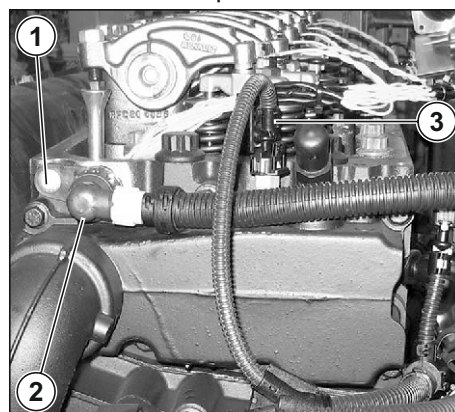

Рис. 27. Извлечение жгута форсунок из головки цилиндров.
6. Вывернуть винт (1), извлечь L-образный адаптер (2) и пучок электропроводов (см. Рис. 27).